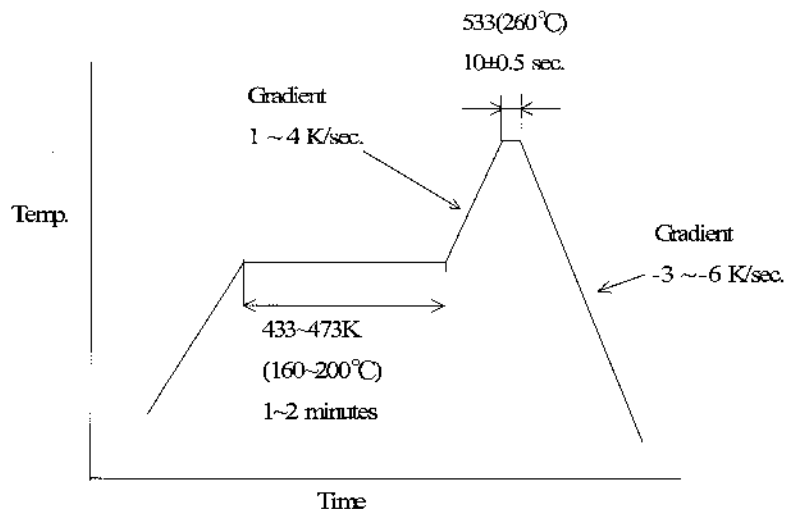

Fig4
A. Testing : Put on the receptacle connector to PCB, apply the heat 2 cycles as shown in Fig. 4
A.試験法:基板にリセプタクルコネクタを置き、Fig. 4の条件で2回リフローを行う。